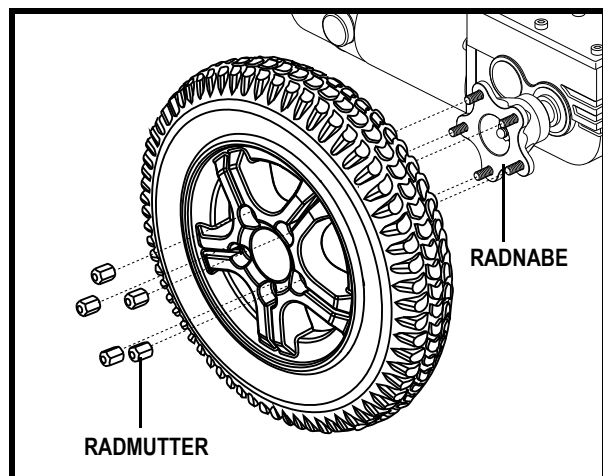

Abb. 25. Quantum 6000Z-Antriebsrad
4. Die fünf (5) Radmuttern von der Radnabe entfernen. **Siehe Abbildung 25.**